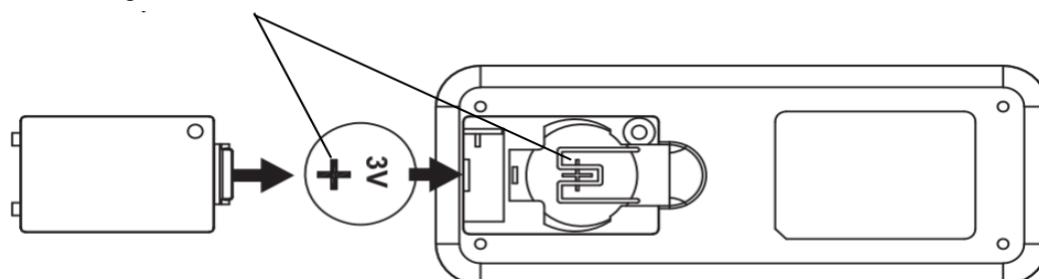

Abb. 11b
Setzen Sie die 3V DC-Batterie vom Typ CR2032 in die Fernbedienung ein. Achten Sie auf die richtige Polarität der Batterien. (Abb. 11b)
- Legen Sie die Batterien in die Fernbedienung ein. Achten Sie auf die richtige Polarität der Batterien. (Abb. 11b)
- Setzen Sie die 3V DC-Batterie in das Fach ein. Achten Sie auf die richtige Polarität der Batterien. (Abb. 11b)